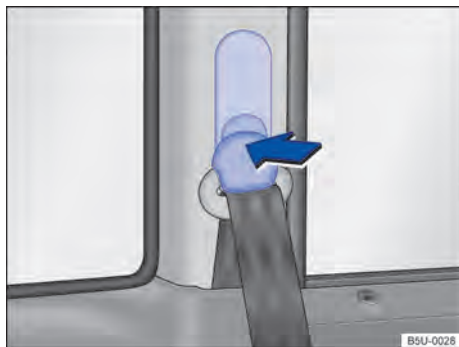

Fig. 31 Ao lado dos bancos: regulagem de altura do cinto de segurança.
- Pressionar o dispositivo regulador no sentido da seta e mantê-lo pressionado → Fig. 31.